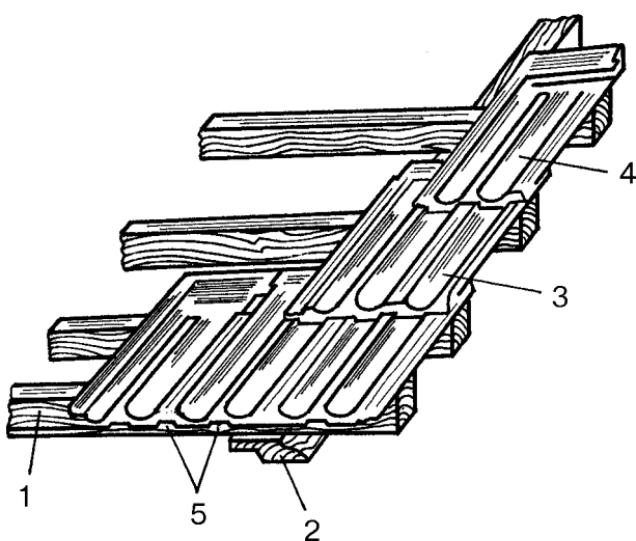

Рис. 60. Устройство кровли из пазовой штампованной черепицы
► **Пазовая штампованная и цементно-песчаная черепица** (рис. 60) имеет как продольные, так и поперечные пазы и также образует однослойную кровлю. Благодаря поперечным гребням получаются прочные водонепроницаемыестыки не только в продольном, но и в поперечном направлении. Черепица укладывается справа налево и крепится к обрешетке проволокой или скобами.